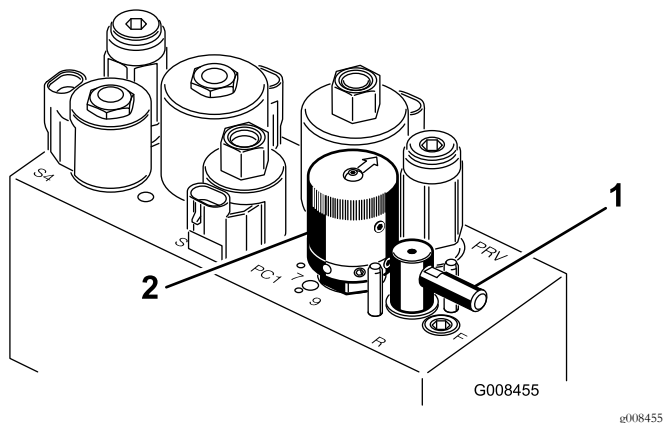

图50
5. 将倒磨控制杆转至翻转“R”位置图50。
6. 将滚刀速度控制杆旋转至设置1图50。